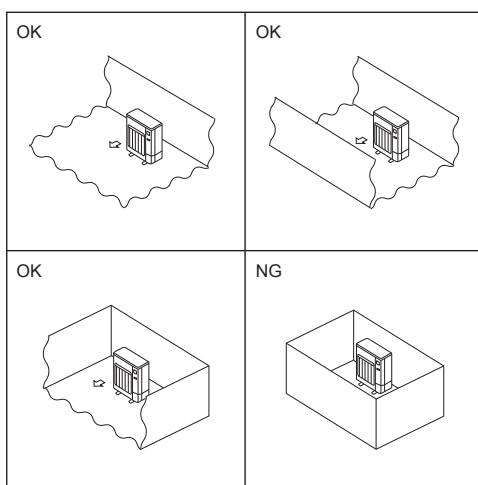

Fig. 2-2
- Ⓐ Installera utomhusenheter på en tillräckligt stor plats där minst en av de fyra sidorna är öppen och det inte finns några nedsänkningar. (Fig. 2-2)